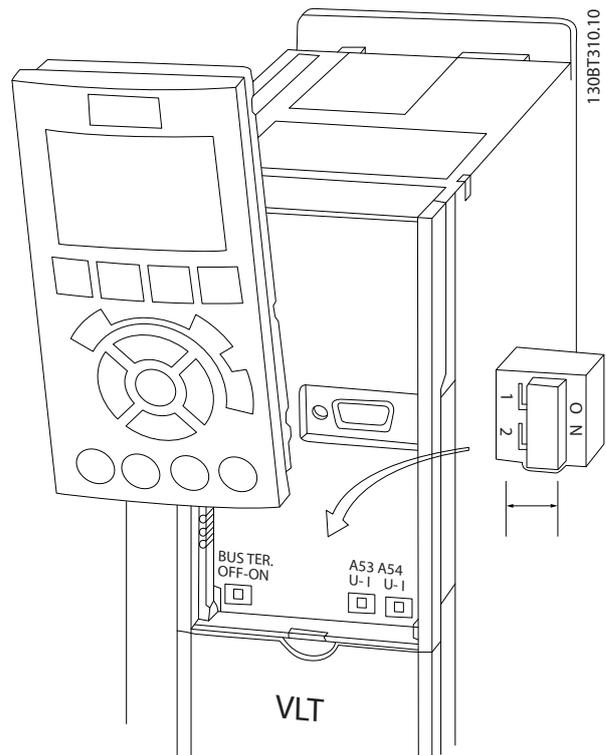

図 2.26 端子 53 と 54 スイッチの位置
- LCP をはずすと、スイッチにアクセスできます(図 2.26 を参照)。ユニットに利用できるいくつかのオプションカードでは、これらのスイッチをカバーしており、スイッチ設定変更の場合は外す必要があります。オプションカードを外す前に、電源を必ず切ってください。